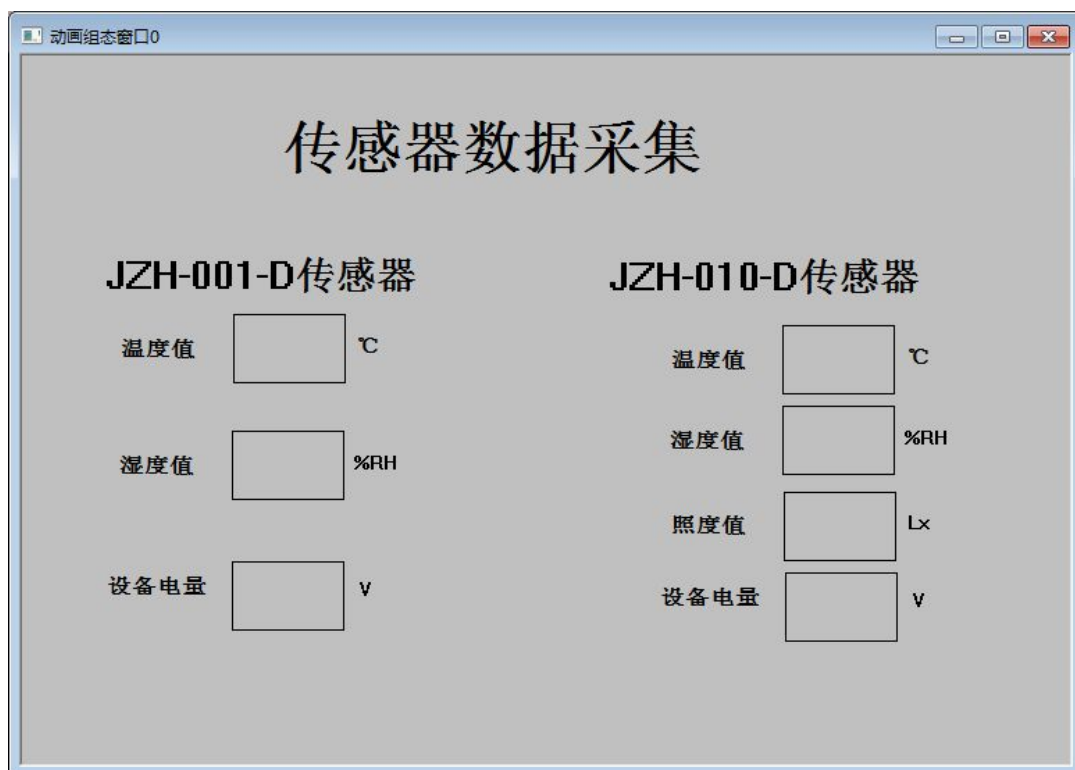

图 2-2-13
2、打开口窗口 0，使用【工具箱】中的“标签”工具添加字符和方框到组态窗口中，如图 2-2-13 所示。